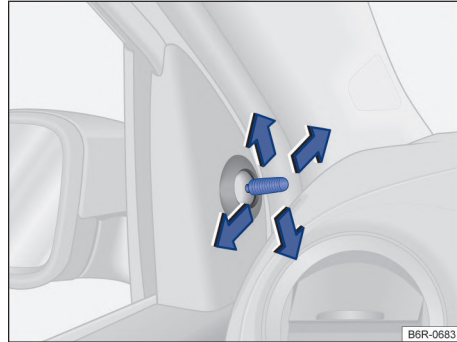

Fig. 80 En las puertas delanteras: mando de ajuste de los espejos retrovisores exteriores mecánicos.
- Mover el botón de ajuste en el revestimiento de las puertas delanteras → fig. 80.